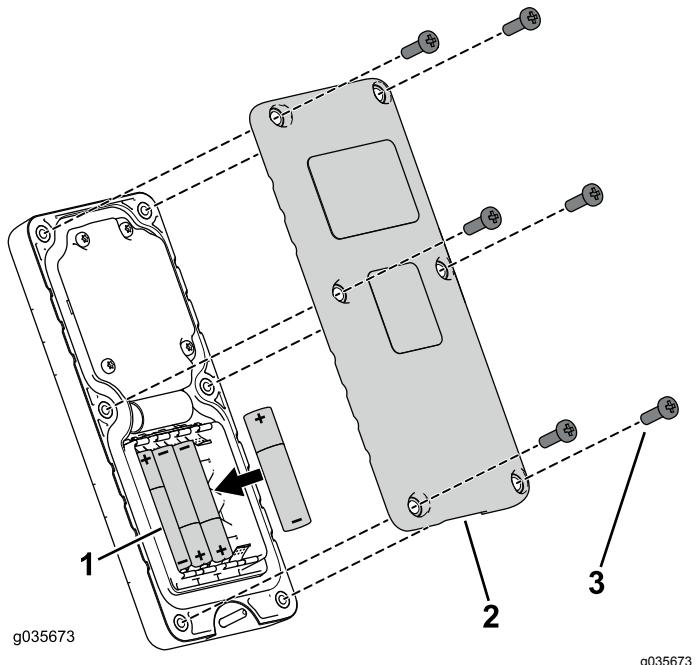

図32
- リモートの裏側にあるねじ6本を外してカバーを取り(図32)。
- カバーを元通りに取り付け、先に取り外したねじ6本を使って固定し図32、各ねじを $1.5\text{~}1.7\text{ N}\cdot\text{m}$ $0.15\text{~}0.17\text{ kg}\cdot\text{m} = 13\text{~}15\text{ in-lb}$ にトルク締めする。